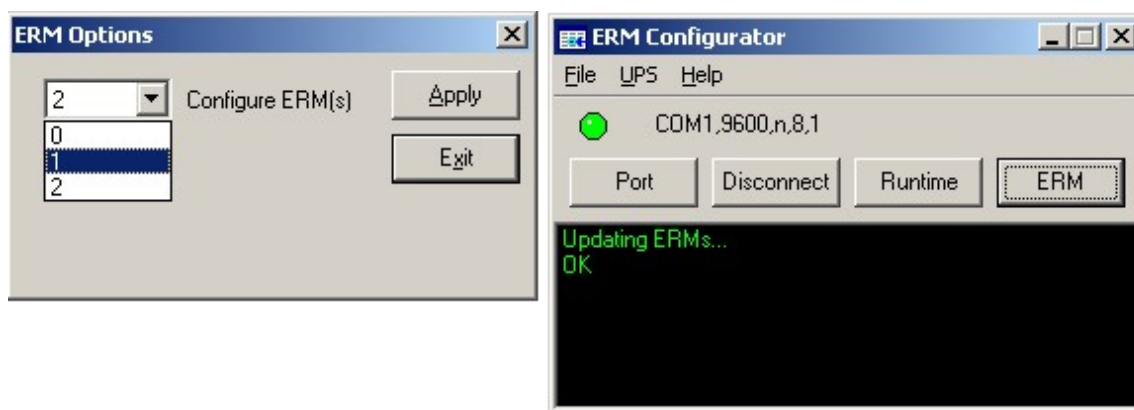

Рис. 6. Определение числа ВБМ.
4. Нажмите кнопку «ERM» и выставите то число ВБМ, которое Вы подключили к ИБП («0» - означает, что ИБП имеет только внутренние батареи) (рис.6).